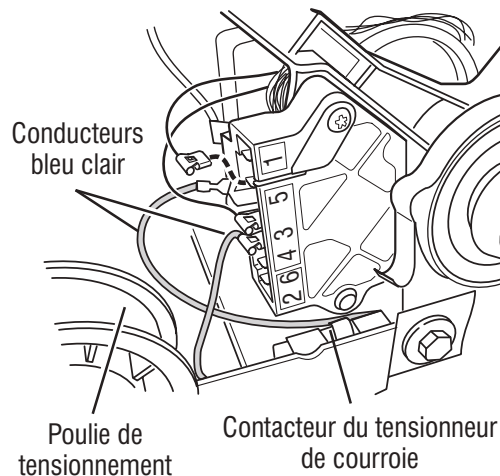

Figure 19 - Contrôler le contacteur du tensionneur de courroie.
**11.** Contrôler le contacteur du tensionneur de courroie en mesurant la résistance entre les deux conducteurs bleus (voir la figure 19) tout en poussant vers le haut la poulie de tensionnement.